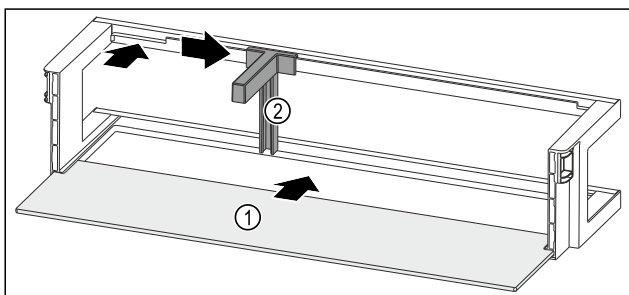

Fig. 243 Дверная полка со съемной полкой
- ▶ Вдвиньте съемную полку Fig. 243 (1) в боковые пазы.
- ▶ Установите держатель для бутылок Fig. 243 (2) в выемку.
- ▶ Сместите держатель для бутылок Fig. 243 (2) в нужное положение в сторону.